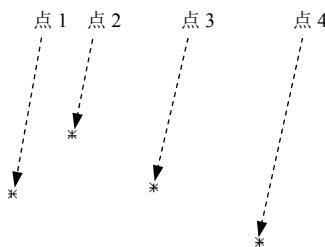

图 6.2.5 定义通过点
Step3. 定义通过点。依次选取如图 6.2.5 所示的点 1、点 2、点 3 和点 4 为曲线通过点。